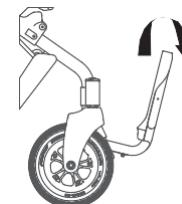
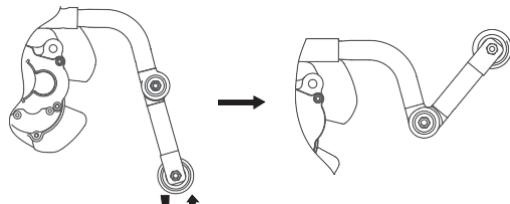

Рисунок 5.6
Рисунок 5.11
- Нажмите на подставку для ног, как показано на рис. 5.6.
- ▶ Сложите подставку для ног, как показано на рис. 5.6, нажмите кнопку для складывания блока против часовой стрелки до щелчка. Не вставайте на узел антипробуксовки после его сборки, как показано на рис. 5.11.